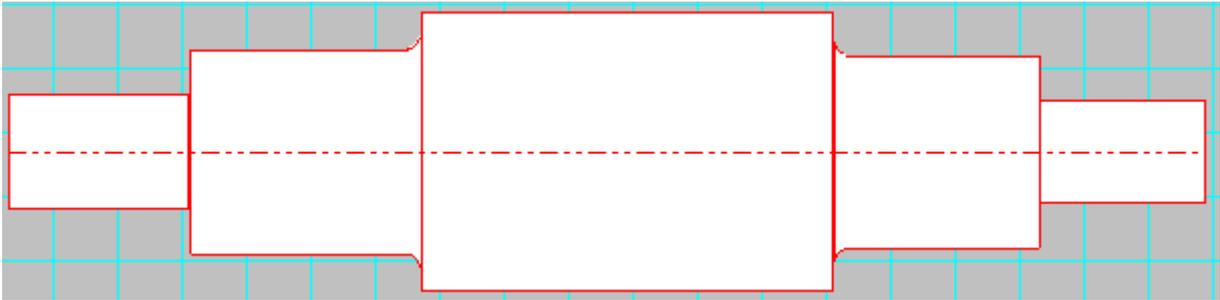

Рисунок 2.11 Результат задания галтели
**Задание 5.** Задайте галтели по образцу между второй и третьей, третьей и четвертой секциями вала с радиусами 2 мм (рисунок 2.11)